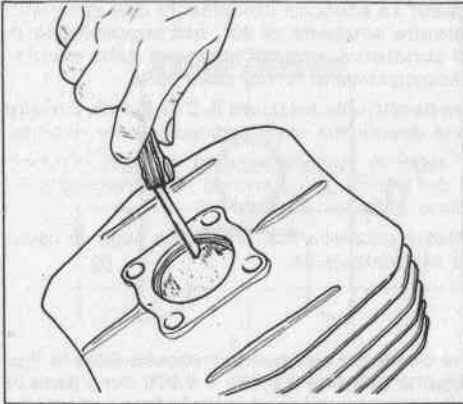

Fig. 1
- Insert the piston ring into the cylinder and, as shown in Fig. 1, check with the thickness gauge that the opening is not wider than $0,60 \div 0,70$ mm. In this case replace the piston ring.
- Man setze den Kolbenring ein und, gem. Abb. 1, kontrolliere man mit dem Dickenmesser, dass die Oeffnung nicht mehr als $0,60 \div 0,70$ mm. betraegt, ansonsten muss der Kolbenring ausgewechselt werden;